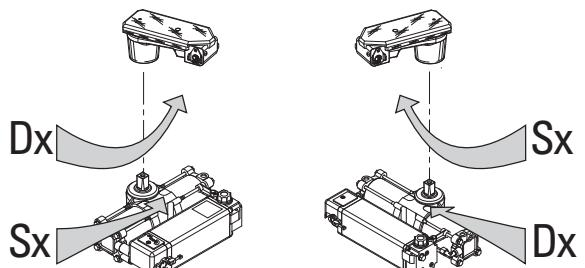

FIG. 17
- Le Combi 740 à 175° DROITE est couplé avec le Déverrouillage manuel d'urgence GAUCHE, le GAUCHE avec le DROITE (Fig.17).